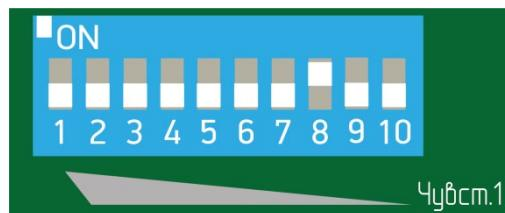

Рисунок 7.14
- установить флагок 8 переключателя регулировки чувствительности соответствующего канала в положение «ON» (верхнее положение), все остальные флагки в нижнее положение (рисунок 7.14);